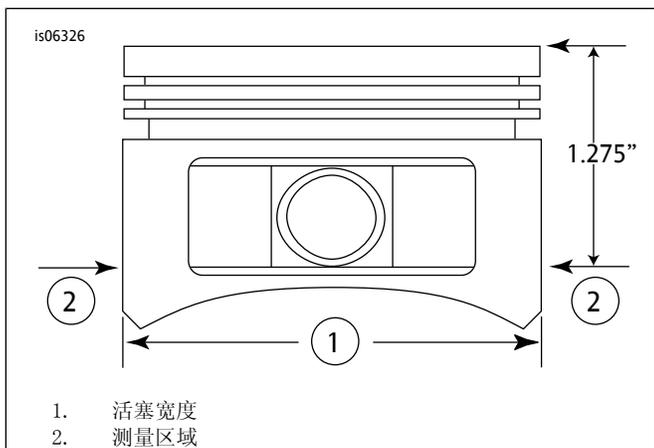

图2。活塞测量值
5. 参见图2。测量活塞宽度(1)，活塞销孔两侧水平90度方向、活塞(2)平面(顶部)向下1.275英寸处。参见表5了解此位置的活塞至汽缸配合。